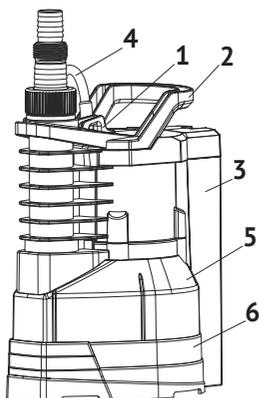

Рис. 3
ARTSUB (рис. 3) и ARTVORT (рис. 4) – одноступенчатые погружные дренажные насосы со встроенным в корпус поплавковым выключателем (3), который осуществляет автоматическое включение и выключение насоса.